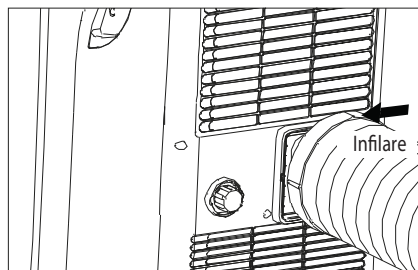

Fig. 7
4. Far scorrere il gruppo sull'apparecchiatura (Fig. 7).